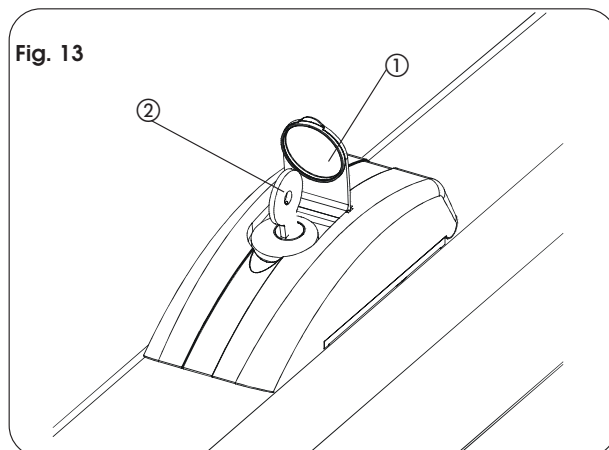

Fig. 13
- Til de beschermdop (Fig. 13, ref. ①) op en steek de meegeleverde sleutel in het slot (Fig. 13, ref. ②).